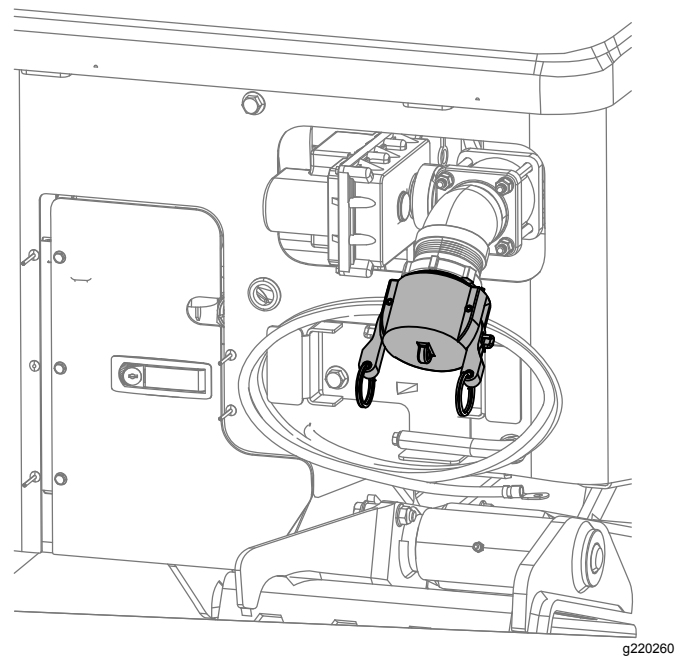

Bild 119
- C. Stellen Sie sicher, dass der Deckel am Zulauf der Bohrflüssigkeitspumpe angebracht ist (**Bild 119**).